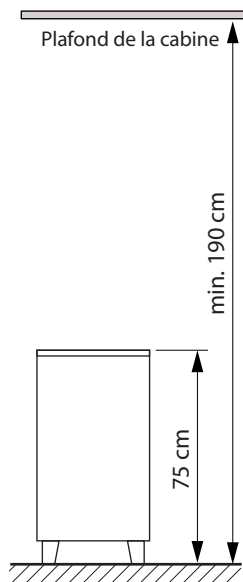

Fig. 1
- La cabine du sauna doit avoir une hauteur intérieure de 1,90 m minimum (fig. 1).